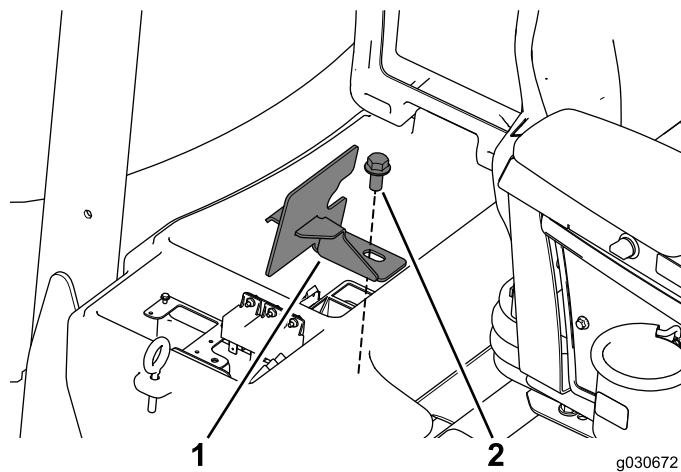

图4
5. 拆下固定电池盒夹的螺栓，并将螺栓和电池盒夹放在一旁（图4）。